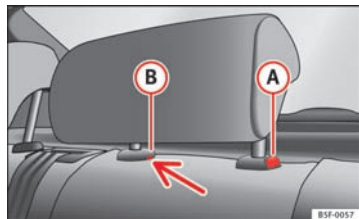

Fig. 74 Midterste hovedstøtte bagi: udløserpunkt
- Tryk på knappen ⓐ ⇒ Fig. 74, og skub hovedstøtten nedad for at indstille hovedstøtten nedad.
- Tryk på knappen ⓐ ⇒ Fig. 74, og træk samtidig hovedstøtten ud af ryglænet ⇒ ⚠.